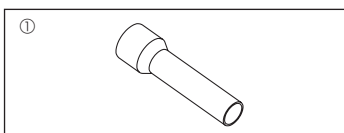

Fig. 1-1
1.6. Tillbehör till utomhusenheten (Fig. 1-1) (SW160, 200)